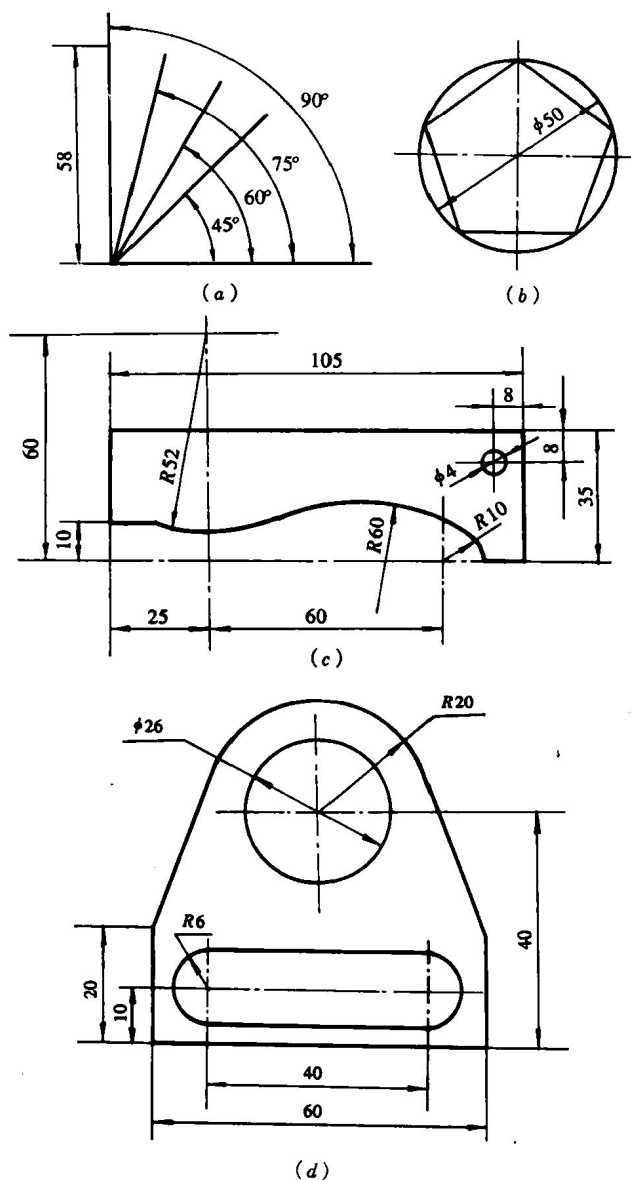

图 1-9 平面划线
平面划线(图 1-9)。
- ①明确划线的作用；
- ②正确使用平面划线工具；
- ③掌握一般的划线方法和正确地在线条上冲眼。
①准备好所用的划线工具,并对实习件进行清理和划线表面涂色。
②熟悉各图形划法,并按各图应采取的划线基准及最大轮廓尺寸安排好各图基准线在实习件上的合理位置。
③按图依次完成划线(图中不注尺寸,作图线可保留)。
④对图形、尺寸复检校对,确认无误后,在图 1-9(d)中的 $\phi 26$ 孔,尺寸 40 的长形腰孔的线条上,打上检验冲眼。
①划线工具的使用方法 & 划线动作必须正确。
②保证划线尺寸、冲眼的准确性及划出的线条细而清楚。
③划线后必须仔细地复检校对工件,避免差错。